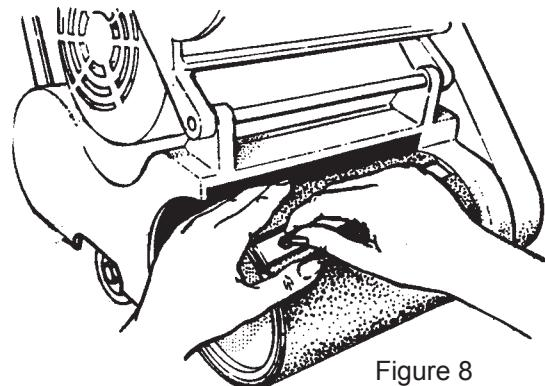

Figure 8
6. Pour installer l'abrasif sur un tambour de ponçage équipé d'une bride du papier : desserrer les vis de la bride avec une pièce de monnaie. Ne pas retirer les vis ni la bride du tambour de ponçage. Introduire un bord du papier abrasif sous la bride. Tourner le tambour pour enruler l'abrasif autour du tambour. Introduire l'autre bord de l'abrasif sous la bride. Centrer l'abrasif et supprimer tout jeu de l'abrasif. Visser les vis sur la bride du papier. Fermer le capot du tambour. Voir Figure 8.